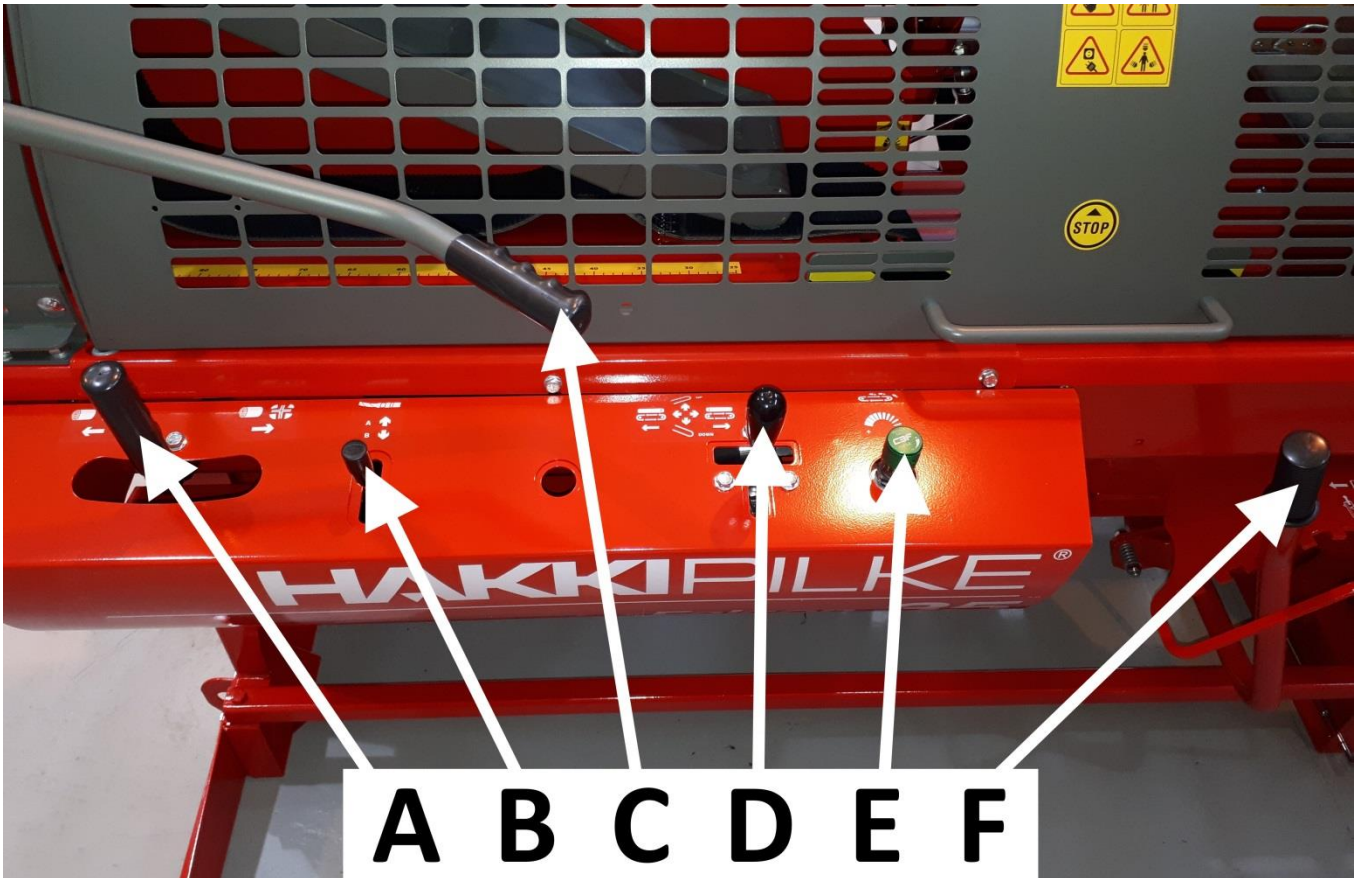

Bild 11
Koppla i tilläggshydrauliken (HakkiLift stocklyft eller HakkiFeed avskiljare för stockbord) genom att koppla dess hydraulslangar i snabbkopplingarna **A** (röd) och **B** (svart) (Bild 9). Snabbkopplingarna (bild 11) används med manöverspak B.
De extra matarrullarna och HakkiFeed stockborden kan kopplas till serien tillsammans med maskinens inmatnings-transportör. Då synkroniseras matarrullarna automatiskt med inmatningstransportören när virke matas med hjälp av spak D (bild 11).
#### Namn på och funktioner för manöverdonen (Bild 11):
6. Starta maskinens klyvfunktion genom att sänka kapsvärdet fullständigt till det nedre läget och därefter lyfta det tillbaka upp med spak D (Bild 11). Klyvrörelsen ska vara normal. Klyvrörelsen kan även startas genom att föra spak A till höger kant (Bild 11).
- a. Utför några sågningsrörelser utan ved med hjälp av spak D (Bild 11).
8. Kontrollera att sågkedjan börjar snurra när du sänker ner kapsvärdet ungefär 2 cm med hjälp av spak D (Bild 11).
10. Se till att klyvbalken återgår till startläget (mitt i klyvningsrörelsen) också genom att föra vev A (Bild 11) åt vänster.
11. Provkör inmatningstransportörens inmatnings- och returrörelse med spak D (Bild 11) genom att föra spaken framåt till höger (bandet rullar åt höger) och framåt till vänster (bandet rullar åt vänster).
12. Starta utmatningstransportören genom att ställa in lämplig hastighet med manöverdon E (Bild 11).
Den ved som ska bearbetas matas in i maskinen med inmatningstransportören. Veden matas in i maskinen med manöverspak D på bild 11 i punkt 3.1.
2. Mata in ved för klyvning med inmatningstransportören genom att föra spak D i punkt 3.1 (Bild 11) framåt och till höger. Matningen kan avbrytas genom att föra spak D framåt och till vänster.
3. När veden stannar för kapning i den mekaniska mätanordningen, lås veden på plats genom att trycka ner spak C (Bild 11).
4. Kapa av veden genom att dra spak D bakåt, vilket startar sågkedjan och kapsvärdet trycks ner (Bild 11).
5. Kapsvärdet återgår till det övre läget när du för spak D framåt (Bild 11). **Då startar klyvningen automatiskt.**
När du kapar ved ska du kapa den nästsista vedklubben så att den sista blir tillräckligt lång. Då ligger vedklubben stadigt under vedgejden och kapningen sker stabilt och säkert. Den sista vedklubben körs direkt till klyvning och klyvningen inleds med manöverspak A eller spak D (Bild 11).
Maskinens klyvbalk utför automatiskt alltid en klyvrörelse när du sänker kapsvärdet till lägsta läget med spak D (Bild 11) och lyfter det tillbaka till det övre läget. Dvs. klyvningen inleds då veden efter klyvningen har fallit i klyvrännan och kapsvärdet lyfts upp.
Det går även att inleda klyvningen med styrspak A (Bild 11) genom att snabbt föra spaken till höger. Det lönar sig att använda sig av denna funktion bland annat efter att den sista vedklubben som ska klyvas har fallit i klyvrännan så att användaren inte i onödan behöver föra kapsvärdet till det nedre läget, utan klyvningen kan startas snabbare med hjälp av denna spak.
Maskinens klyvrörelse kan avbrytas genom att skjuta styrspak A till den vänstra kanten (Bild 11). **Klyvningen avbryts även genom att lyfta upp maskinens skydd när.**
4. Starta klyvningen med spak A (Bild 11).
I vedmaskinen Hakki Pilke Falcon rullar utmatningstransportörens band med hjälp av en hydraulisk motor. Du kan ändra bandets rotationshastighet med reglage E (Bild 11). Du hittar den optimala rotationshastigheten för en rensande utmatningstransportör genom att pröva dig fram, det vill säga så att veden just och just går över separationsplattan. Separationsplattan kan justeras med ställskruvarna B på bild 25.